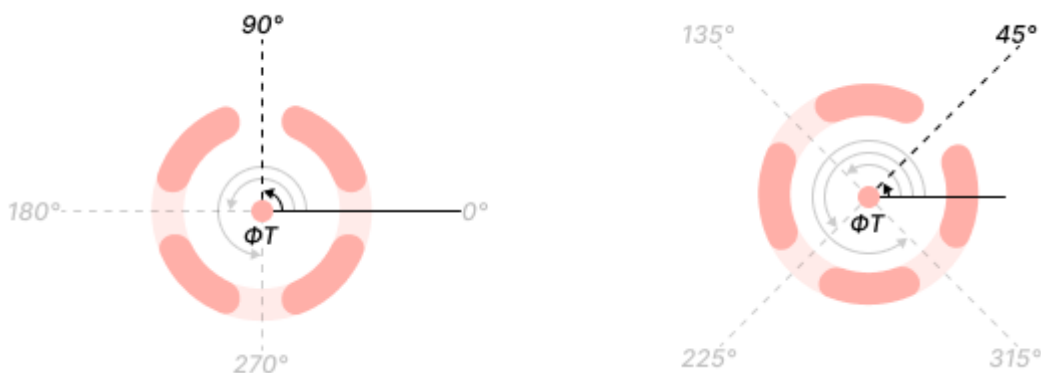

Рис. 194 Построение спиц термобарьера
- Угол наклона спицы – значение угла, под которым строится первая спица, относительно оси X против часовой стрелки. Значение может быть задано в диапазоне 0 – 359° с шагом 1° , см. Рис. 194.